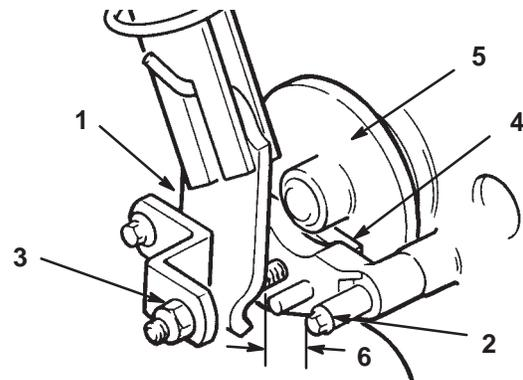

Bild 26
- Messen Sie die Entfernung zwischen dem Bremsbetätigungsarm und dem Anschlagstift an der Achsbügelgruppe (Bild 26). Diese Entfernung muss weniger als 6 mm betragen.
- Ziehen Sie bei einem Abstand von mehr als 6 mm die Sicherungsmutter fester, um den Abstand zwischen dem Betätigungsarm und dem Anschlagstift zu reduzieren (Bild 26).
- Kontrollieren Sie, während der Bremshebel auf AUS steht, den Abstand zwischen den Bremsbacken und der -scheibe mit einer Fühlerlehre (Bild 26). Der korrekte Abstand liegt bei 0,25 mm.